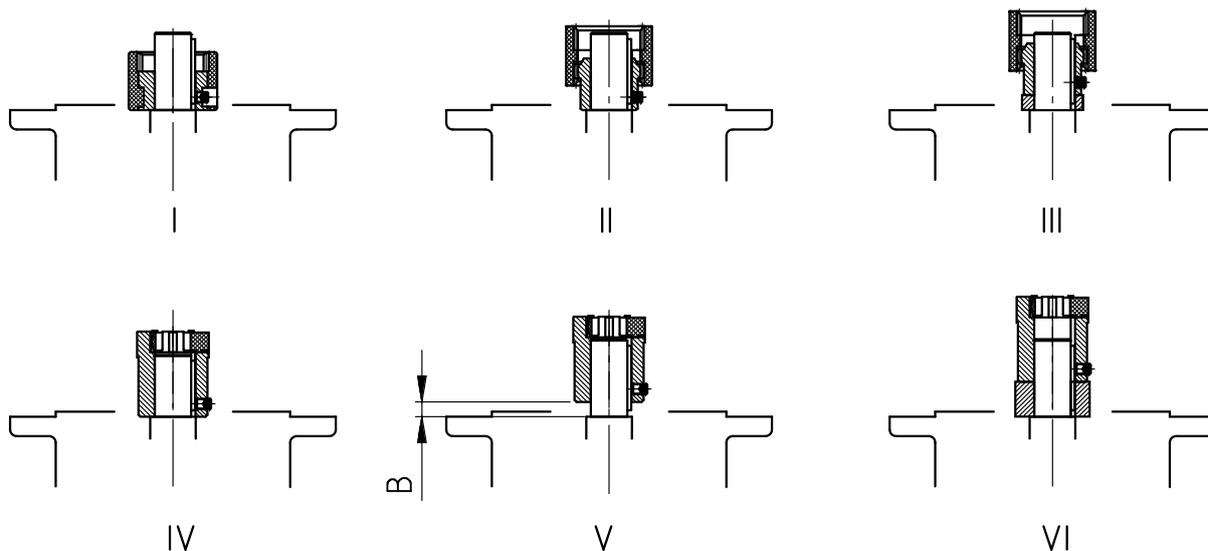

Abbildung 16: Montage der Kupplung auf die Motorwelle bei verschiedenen Kupplungsbauarten
3. Setzen Sie die Kupplungshälfte so auf die Motorwelle, dass die Motorpassfeder in die Nut der Kupplungshälfte eingreift. Ziehen Sie die Kupplungshälfte gemäß den Angaben des Motorherstellers auf. Beachten Sie bei Standard-Stirnradgetrieben das Maß B zwischen Kupplungshälfte und Bund (siehe "Abbildung 16"). Bei einigen **NEMA-Adaptern** stellen Sie die Position der Kupplung gemäß der Angabe auf dem angebrachten Klebeschild ein.
8. Montieren Sie den Motor an den Adapter. Montieren Sie dabei auch den beiliegenden Zahnkranz bzw. die beiliegende Zahnhülse (siehe Abbildung 16: Montage der Kupplung auf die Motorwelle bei verschiedenen Kupplungsbauarten). Bei dem Adapter AN360TC und AN400TC erst den Adapterflansch am Motor befestigen und dann den Motor an den Adapter schrauben.